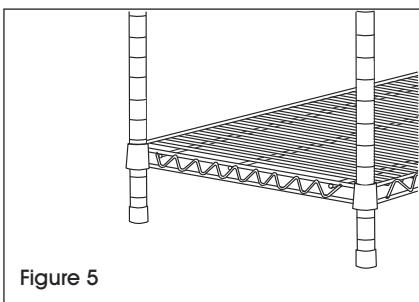

Figure 5
3. Placez l'unité à la verticale. Tapotez délicatement le plateau vers le bas pour le fixer. (Voir Figure 5)